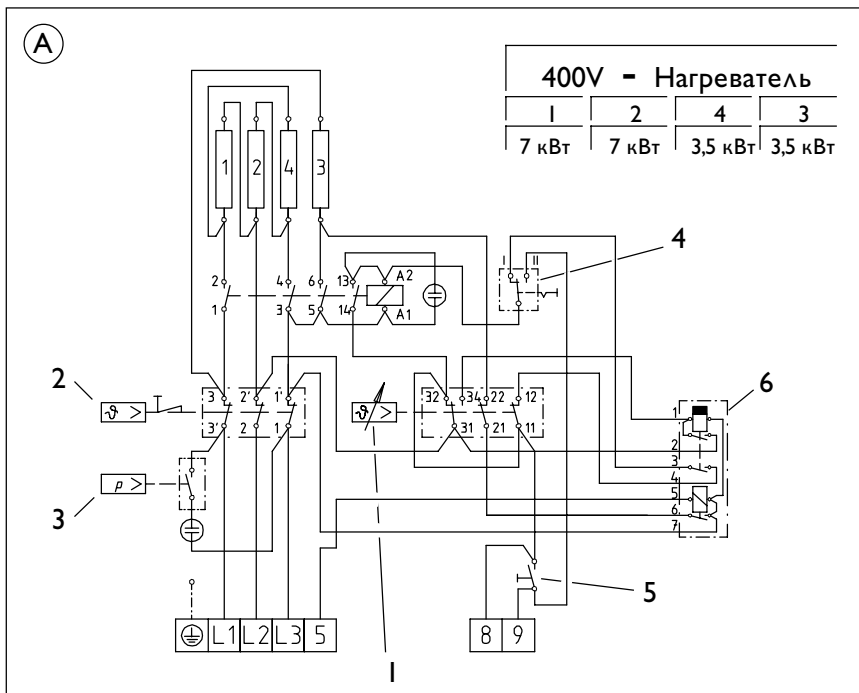

Рис. 11
- Переключатель должен быть установлен в соответствии с режимом эксплуатации (рис.11, поз.4).
### А Схема электрических соединений, рис. 11